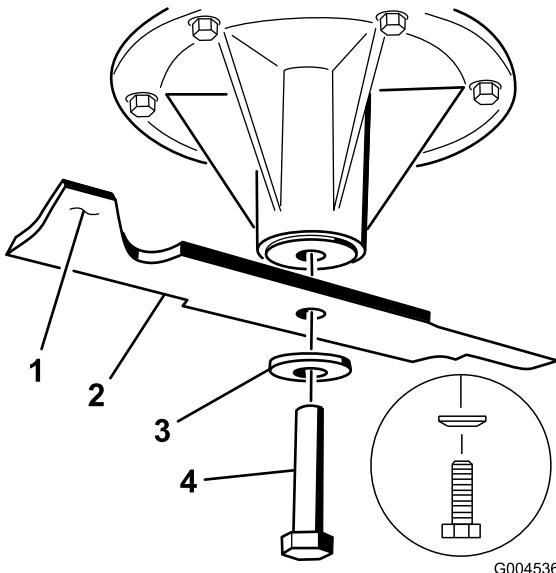

Figure 77
2. Enlevez de l'axe, le boulon, la rondelle bombée et la lame (Figure 77).
3. Si la lame est déséquilibrée, limez un peu l'extrémité de la partie relevée seulement (Figure 77).